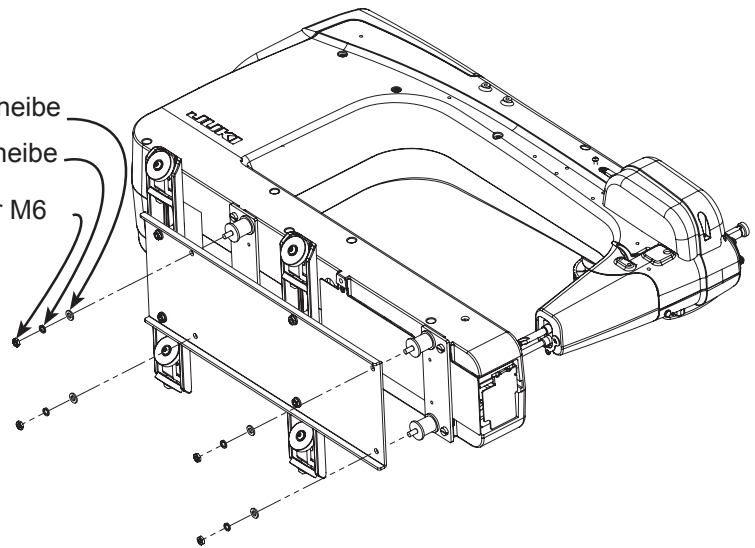

Bild 5-4
**5-4 :** Befestigen Sie die Dämpfungsplatte und die Räder an die Juki Quilt Virtuoso Pro, indem Sie die Gewindestangen der Gummidämpfungselemente in die Öffnungen der Dämpfungsplatte wie in Bild 5-4 gezeigt, einlegen. Auf jede Gewindestange, schieben Sie eine (1) M6 Unterlegscheibe, (1) M6 Sicherungsscheibe und (1) M6 Kontermutter und ziehen Sie diese fest mit Hilfe eines M10 Schraubenschlüssels.